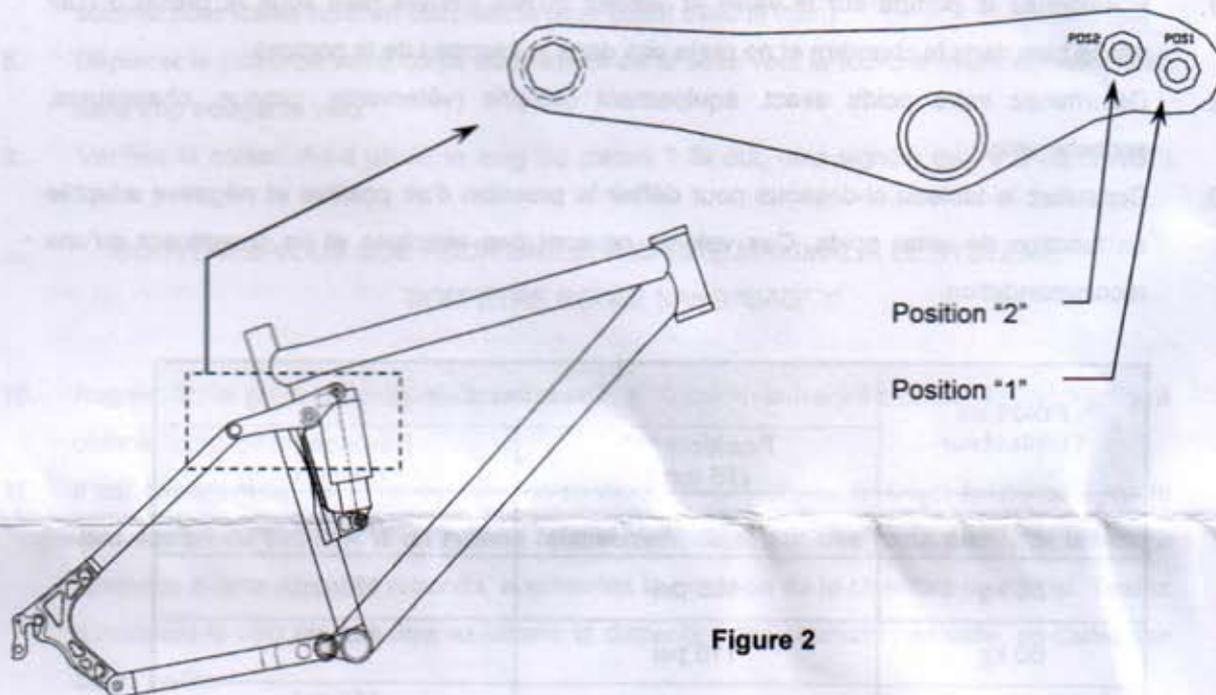

Figure 2
2. Pivoter le haut de l'amortisseur sur le trou sélectionné de la biellette. Voir **figure 2** pour la sélection des positions 1 ou 2.